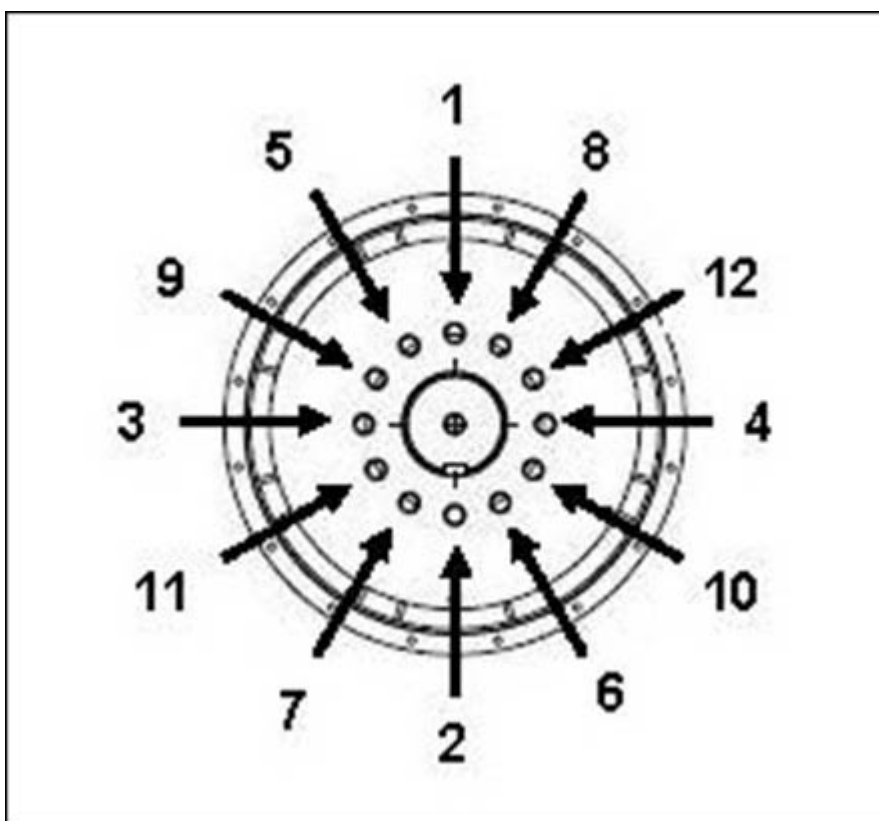

РИС. 24. ПОСЛЕДОВАТЕЛЬНОСТЬ КРЕПЛЕНИЯ К СТУПИЦЕ
4. При необходимости затяните болты дисков муфты, соблюдая последовательность, указанную в Рис. 24 на стр. 48.